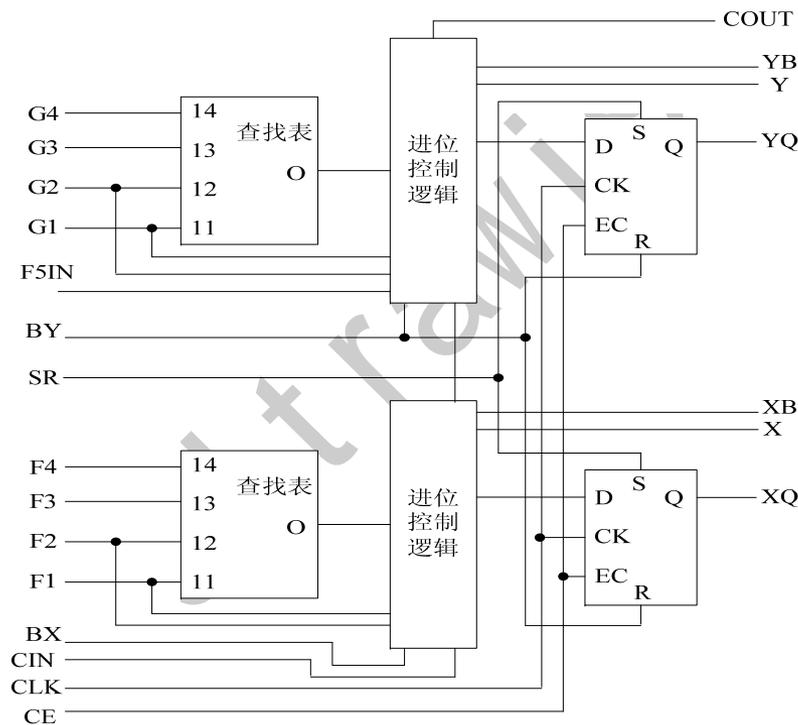

图7 典型的4输入Slice结构示意图
- Slice是Xilinx公司定义的基本逻辑单位，其内部结构如图7所示。